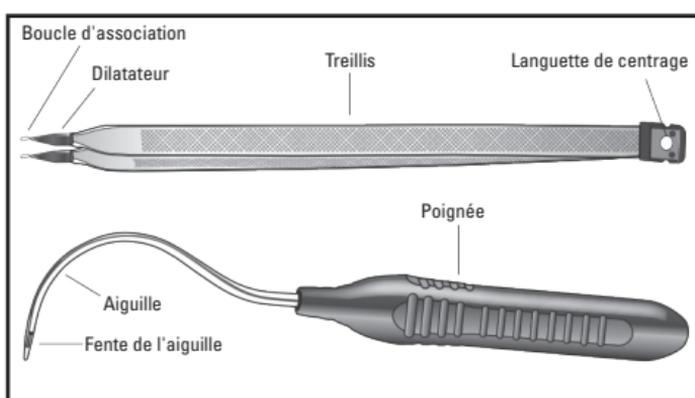

Figure 1B. Système courbe TO Conservia
La conception du système Courbe transobturateur (TO) Conservia permet à l'opérateur d'utiliser une approche percutanée au moyen d'une technique transobturatrice. Voir Figure 1B pour une description des composants du système.